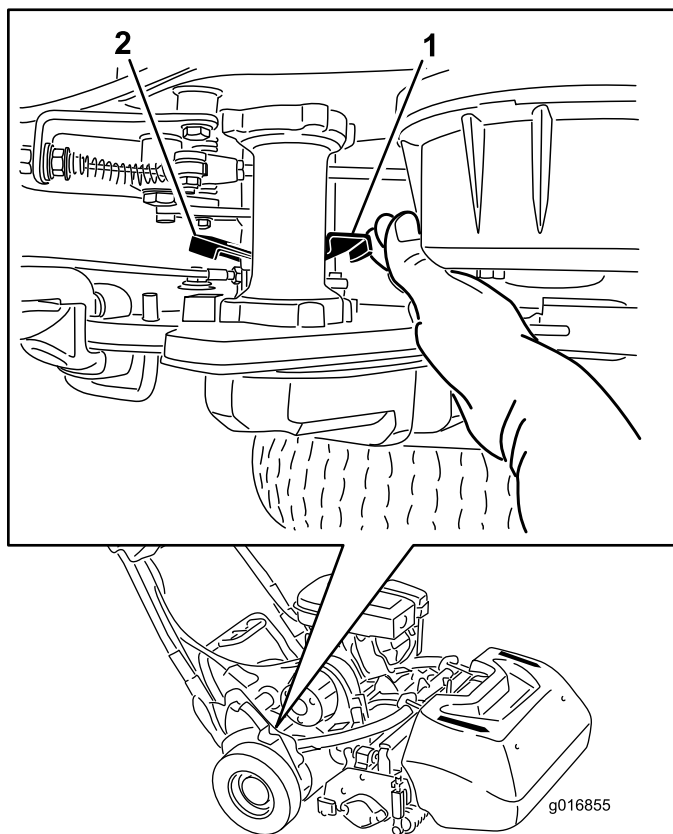

Рисунок 29
- В правом заднем углу машины найдите рядом с барабаном корпуса привода рычаг включения/отключения тяги (Рисунок 29).